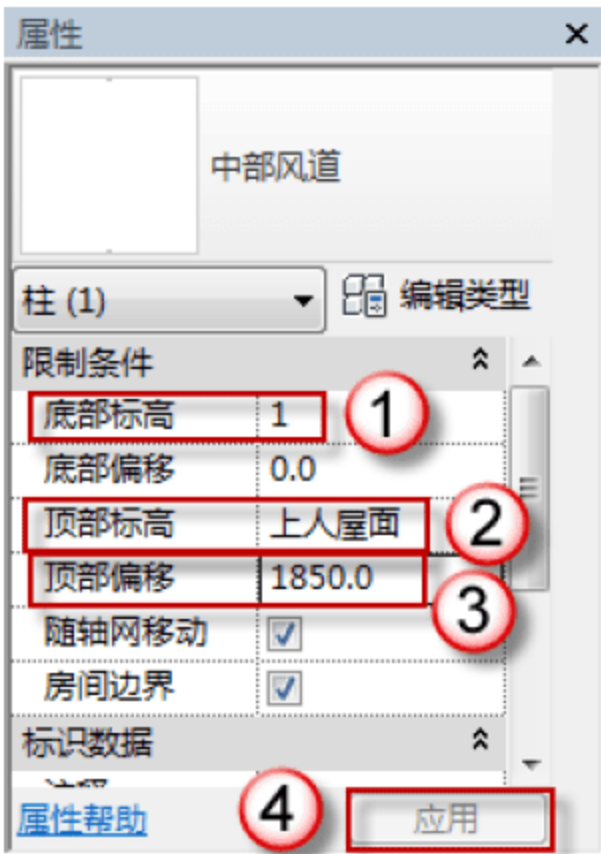

图 12.3.32 设置族的参数
(27) 设置“中部风道”族的参数。选择插入的“中部风道”族，在“属性”面板中，将“底部标高”设为“1”层，“顶部标高”设为“上人屋面”，“顶部偏移”设为“1850”，单击“应用”按钮，如图 12.3.32 所示。